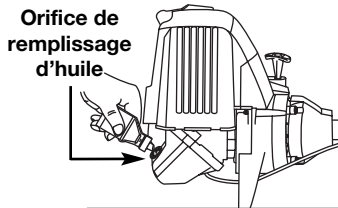

Fig. 8
2. Placez l'appareil sur une surface horizontale plane (Fig. 8).